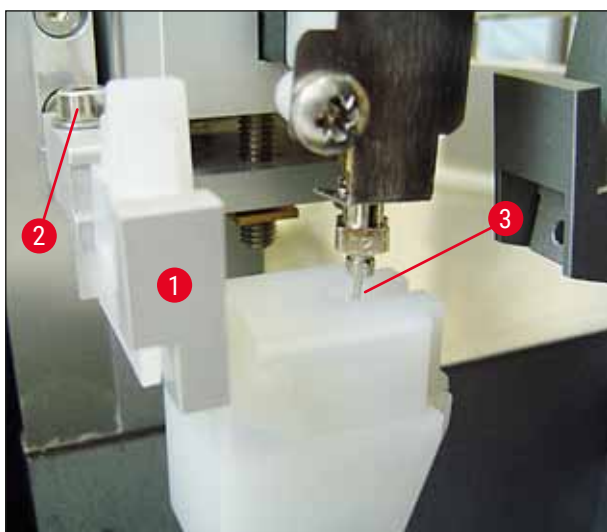

Fig. 23
2. Gør dette ved at løsne skruen (→ Fig. 23-2) med 3-m-unbrakonøglen (→ Fig. 22-5), og juster dispensernål-rensen ved at flytte holderen (→ Fig. 23-1) sideværts, så dispensernålen (→ Fig. 23-3) bevæger sig korrekt i midten af rengøringsåbningen (→ Fig. 23).